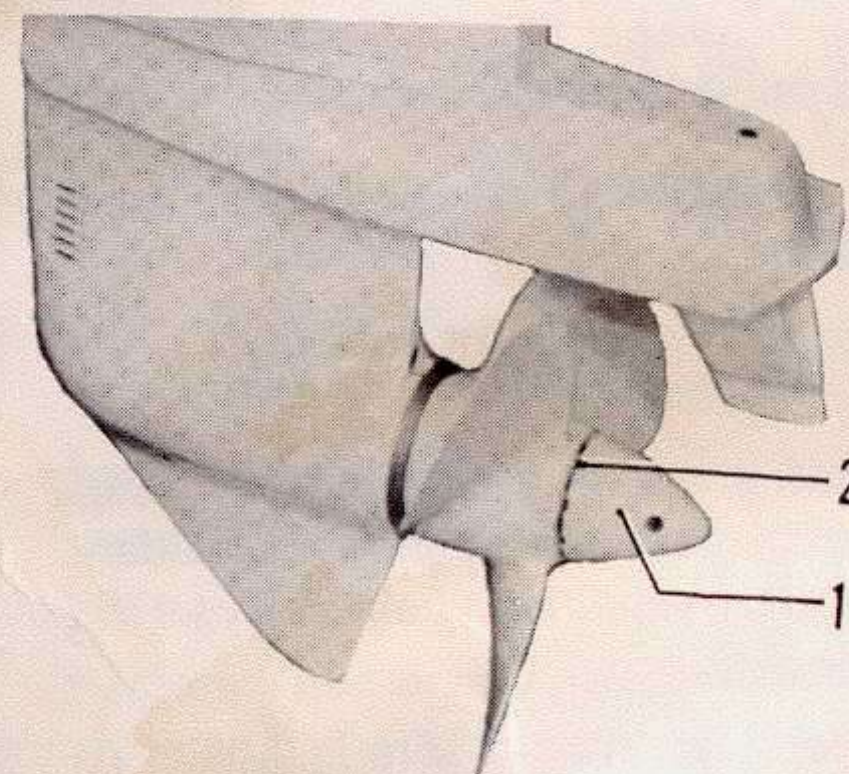

Fig. 55 Drev 250
1. Slå upp låsflikarna på låsbrickan (2 fig. 55) för propellerkonen på drev 250. Drev 100 har en saxpinne som låser propellerkonen.
2. Skruva av propellerkonen (1) på drev 250 med den i verktygssatsen ingående pinnen som skjuts in genom propellerkonens hål. Drag av propellern. Observera distanshylsan innanför propellern.